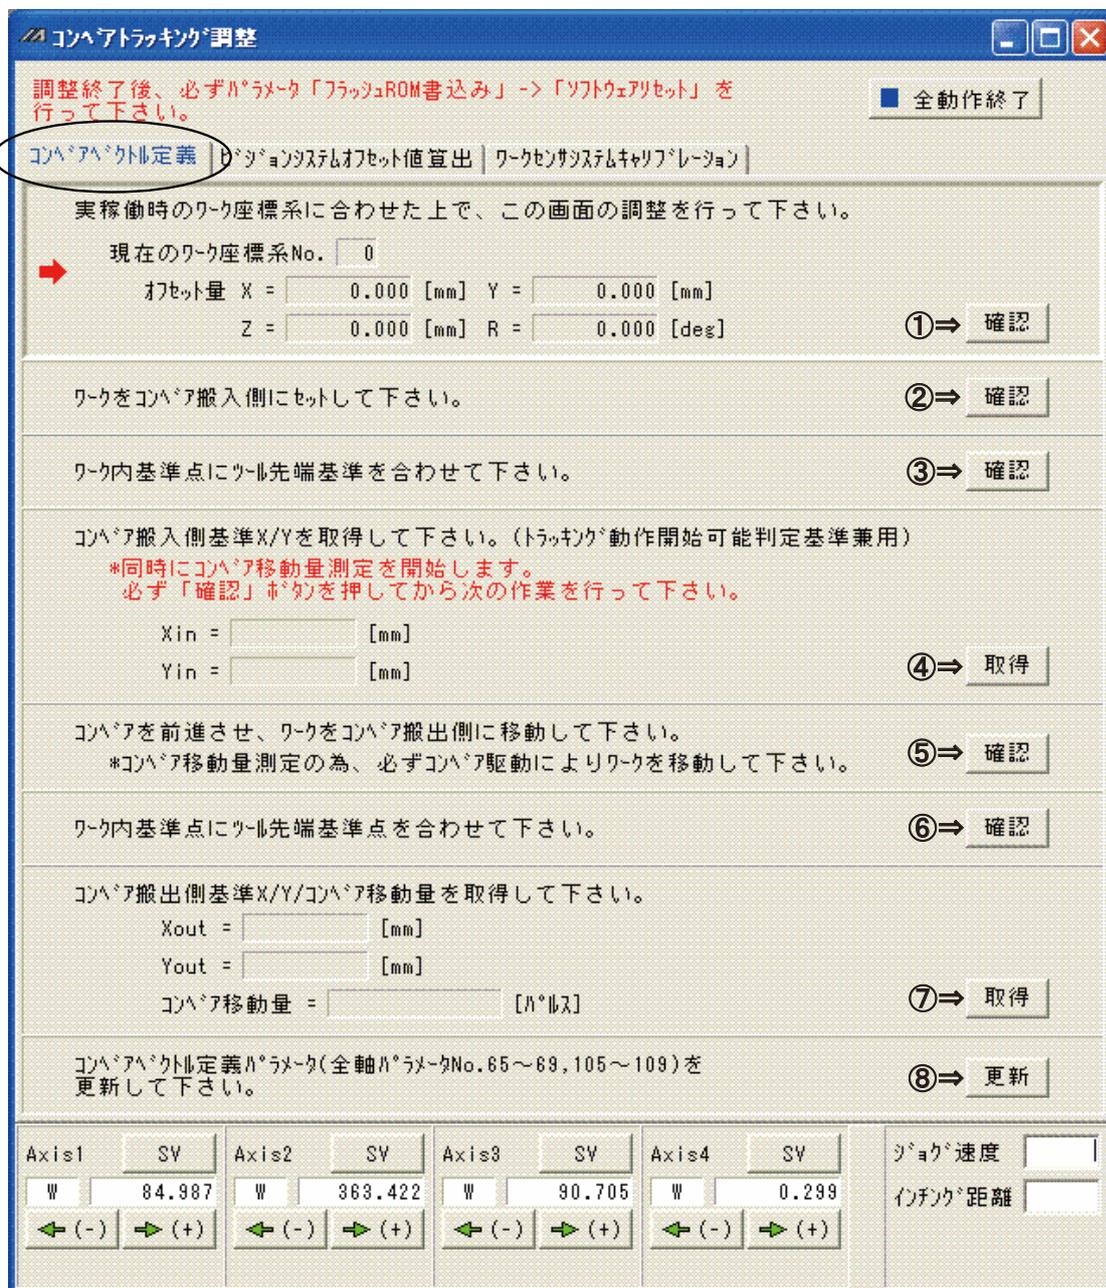

図 4-4 コンベアベクトル定義調整画面
() の数字は前ページの図 4-4 画面内①～⑧の手順を示します。
1. 現在のワーク座標系が実稼動時のワーク座標系となっていることを確認し、(①)「確認」ボタンをクリックしてください。
2. ワークをコンベヤ搬入側にセットし、(②)「確認」ボタンをクリックしてください。
3. ワーク内基準点にツール先端基準を合わせ、(③)「確認」ボタンをクリックしてください。
4. (④)「取得」ボタンを押下し、コンベヤ搬入側基準 X/Y を取得してください（この X/Y 座標よりもワークが近づいたら、ロボットがトラッキング動作を開始します）。